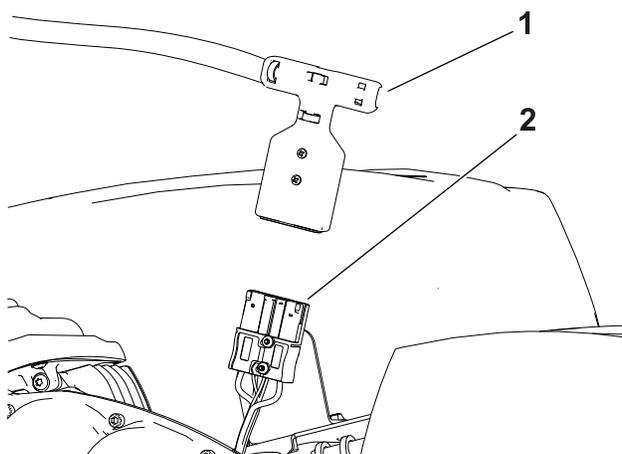

Figure 24
4. Débranchez le connecteur à poignée en T sur le faisceau principal du connecteur d'alimentation principale sur le socle de la batterie (Figure 24).